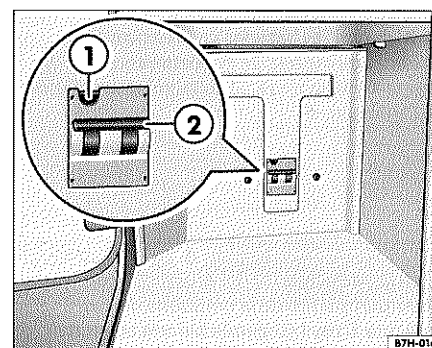

Fig. 5 Compartimento portaobjetos trasero, izquierdo: disyuntor conectado con tecla de verificación ① y puente de conexión ②
Para ello pulse la tecla de verificación ⇒ fig. 5 ①, con lo cual el puente de conexión ② deberá saltar hacia abajo. Para volver a conectarlo, levante el puente.